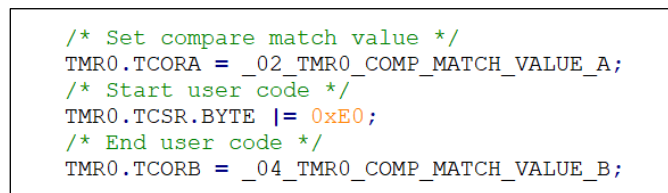

図 10-6 競合を解決した後のコード
- 2) 図 10-6 のように古い生成コードと競合に関するコメント (<<<<<<<Last Time Generated Code、=====と>>>>>>This Time Generated Code) を削除してください。